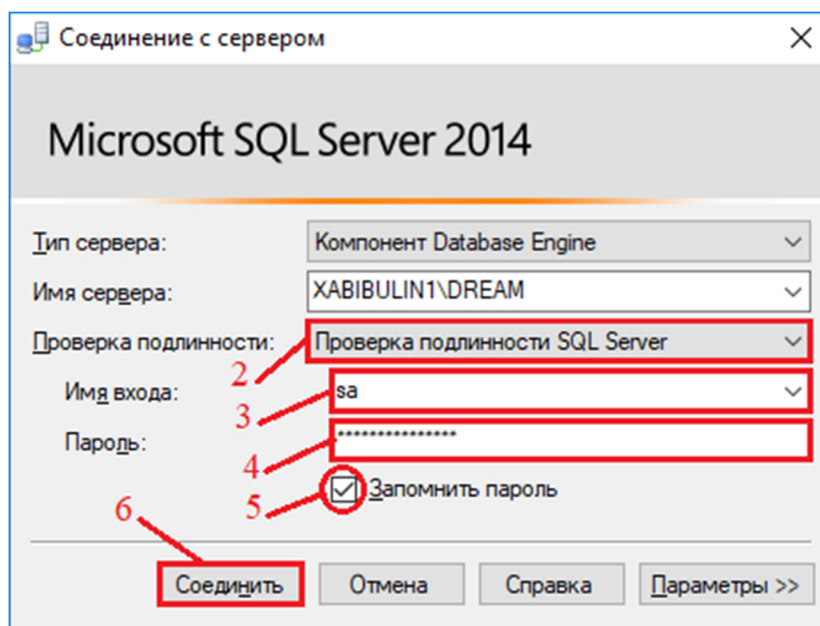

Рисунок 3.7.3
- в окне «Соединение с сервером» (см. Рисунок 3.7.3) ввести данные аутентификации и нажать кнопку «Соединить». Данные аутентификации по умолчанию: